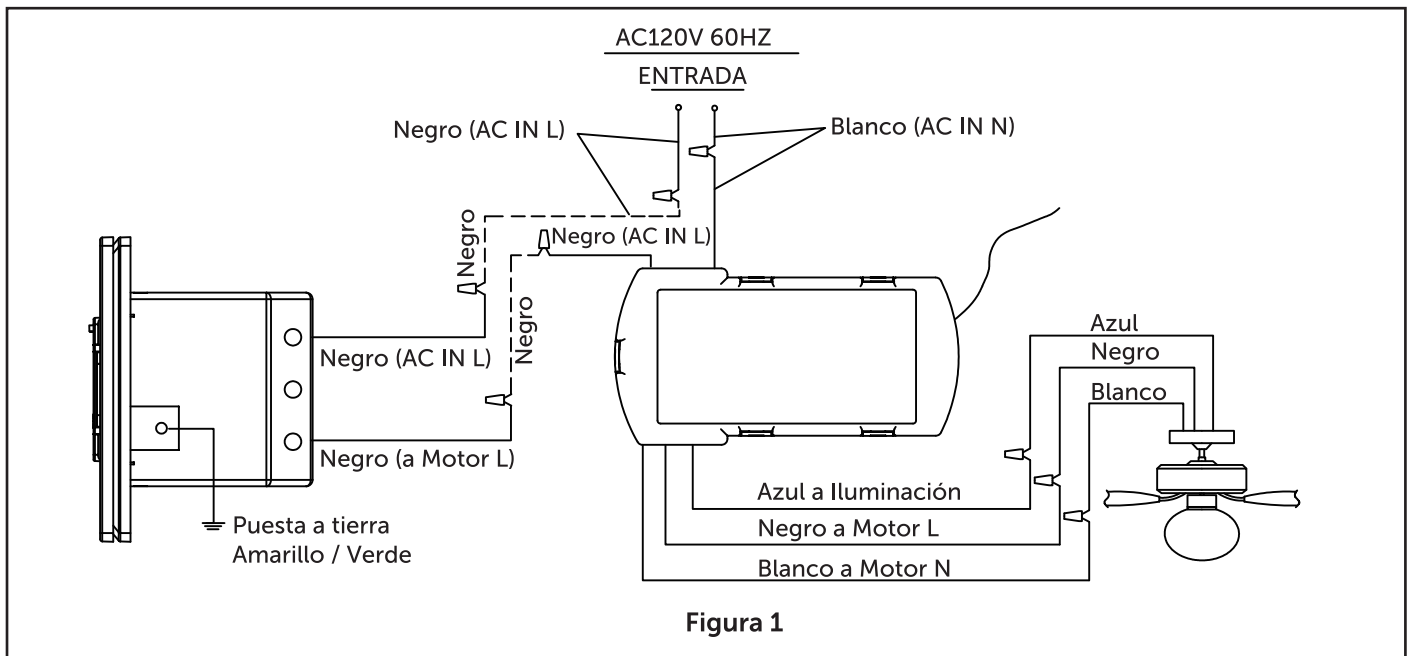

Figura 1
2. Realice las conexiones de cables al bloque del terminal como se muestra en la Figura 1.